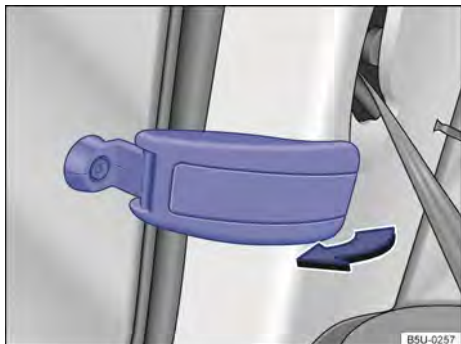

Fig. 56 Abrir o vidro basculante traseiro.
- Puxar a alavanca de travamento do vidro no sentido da seta → Fig. 56.